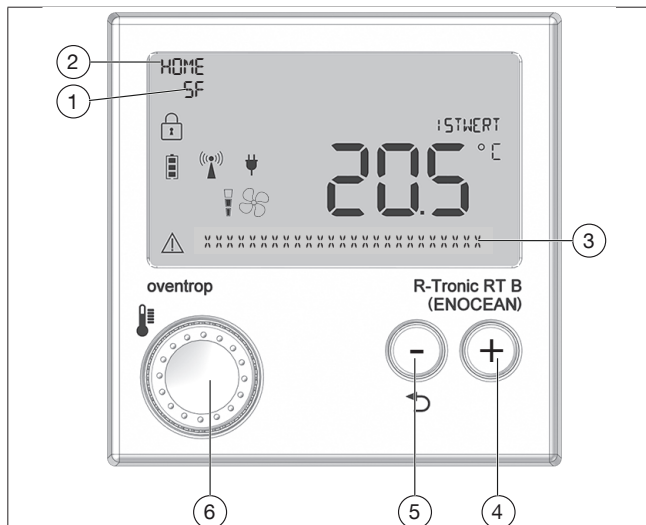

Fig. 1: Vue d'ensemble du « R-Tronic » sans commande du profil horaire
Vous naviguez dans les menus « R-Tronic » et sélectionnez les fonctions souhaitées à l'aide du bouton « Menu » (voir Fig. 1 en page 44 (6)). En tournant (navigation) et en appuyant (confirmation du choix et enregistrement) sur ce bouton, vous accédez à l'ensemble des sous-menus et des fonctions. Pour revenir à l'étape précédente, appuyer sur la touche de retour.